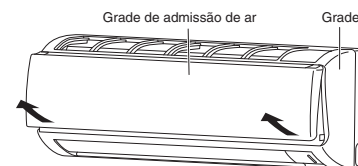

Fig. 3-40
- (1) Segure ambas as extremidades da grade de admissão de ar e, em seguida, retire-a abrindo pela frente e puxando-a para si. (Fig. 3-40)